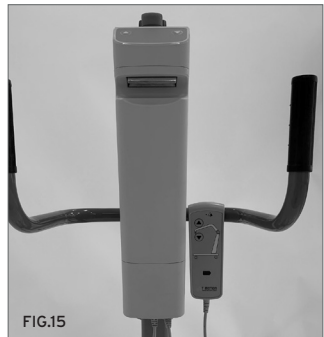

FIG.15
5. Collegare il connettore dell'attuatore nel canale centrale della centralina e il telecomando sul canale destro. (Fig.14). Il kit elettrico è completamente montato e pronto all'uso (fig.15)